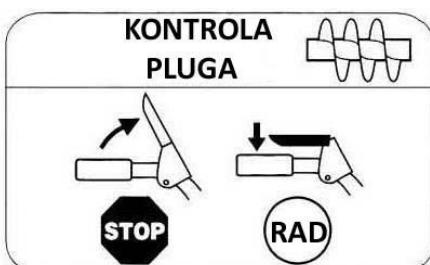

Figure 4
4. Montez les poignées de commande. Placez les poignées sur les leviers et fixez-les fermement dans la bonne direction (Figure 4).
La commande de la charrue est placée sur la poignée gauche. Appuyez sur la poignée de commande vers la poignée pour allumer les charrues et démarrer le processus de déneigement. Relâchez-la pour l'arrêter. Reportez-vous à la Figure 4.